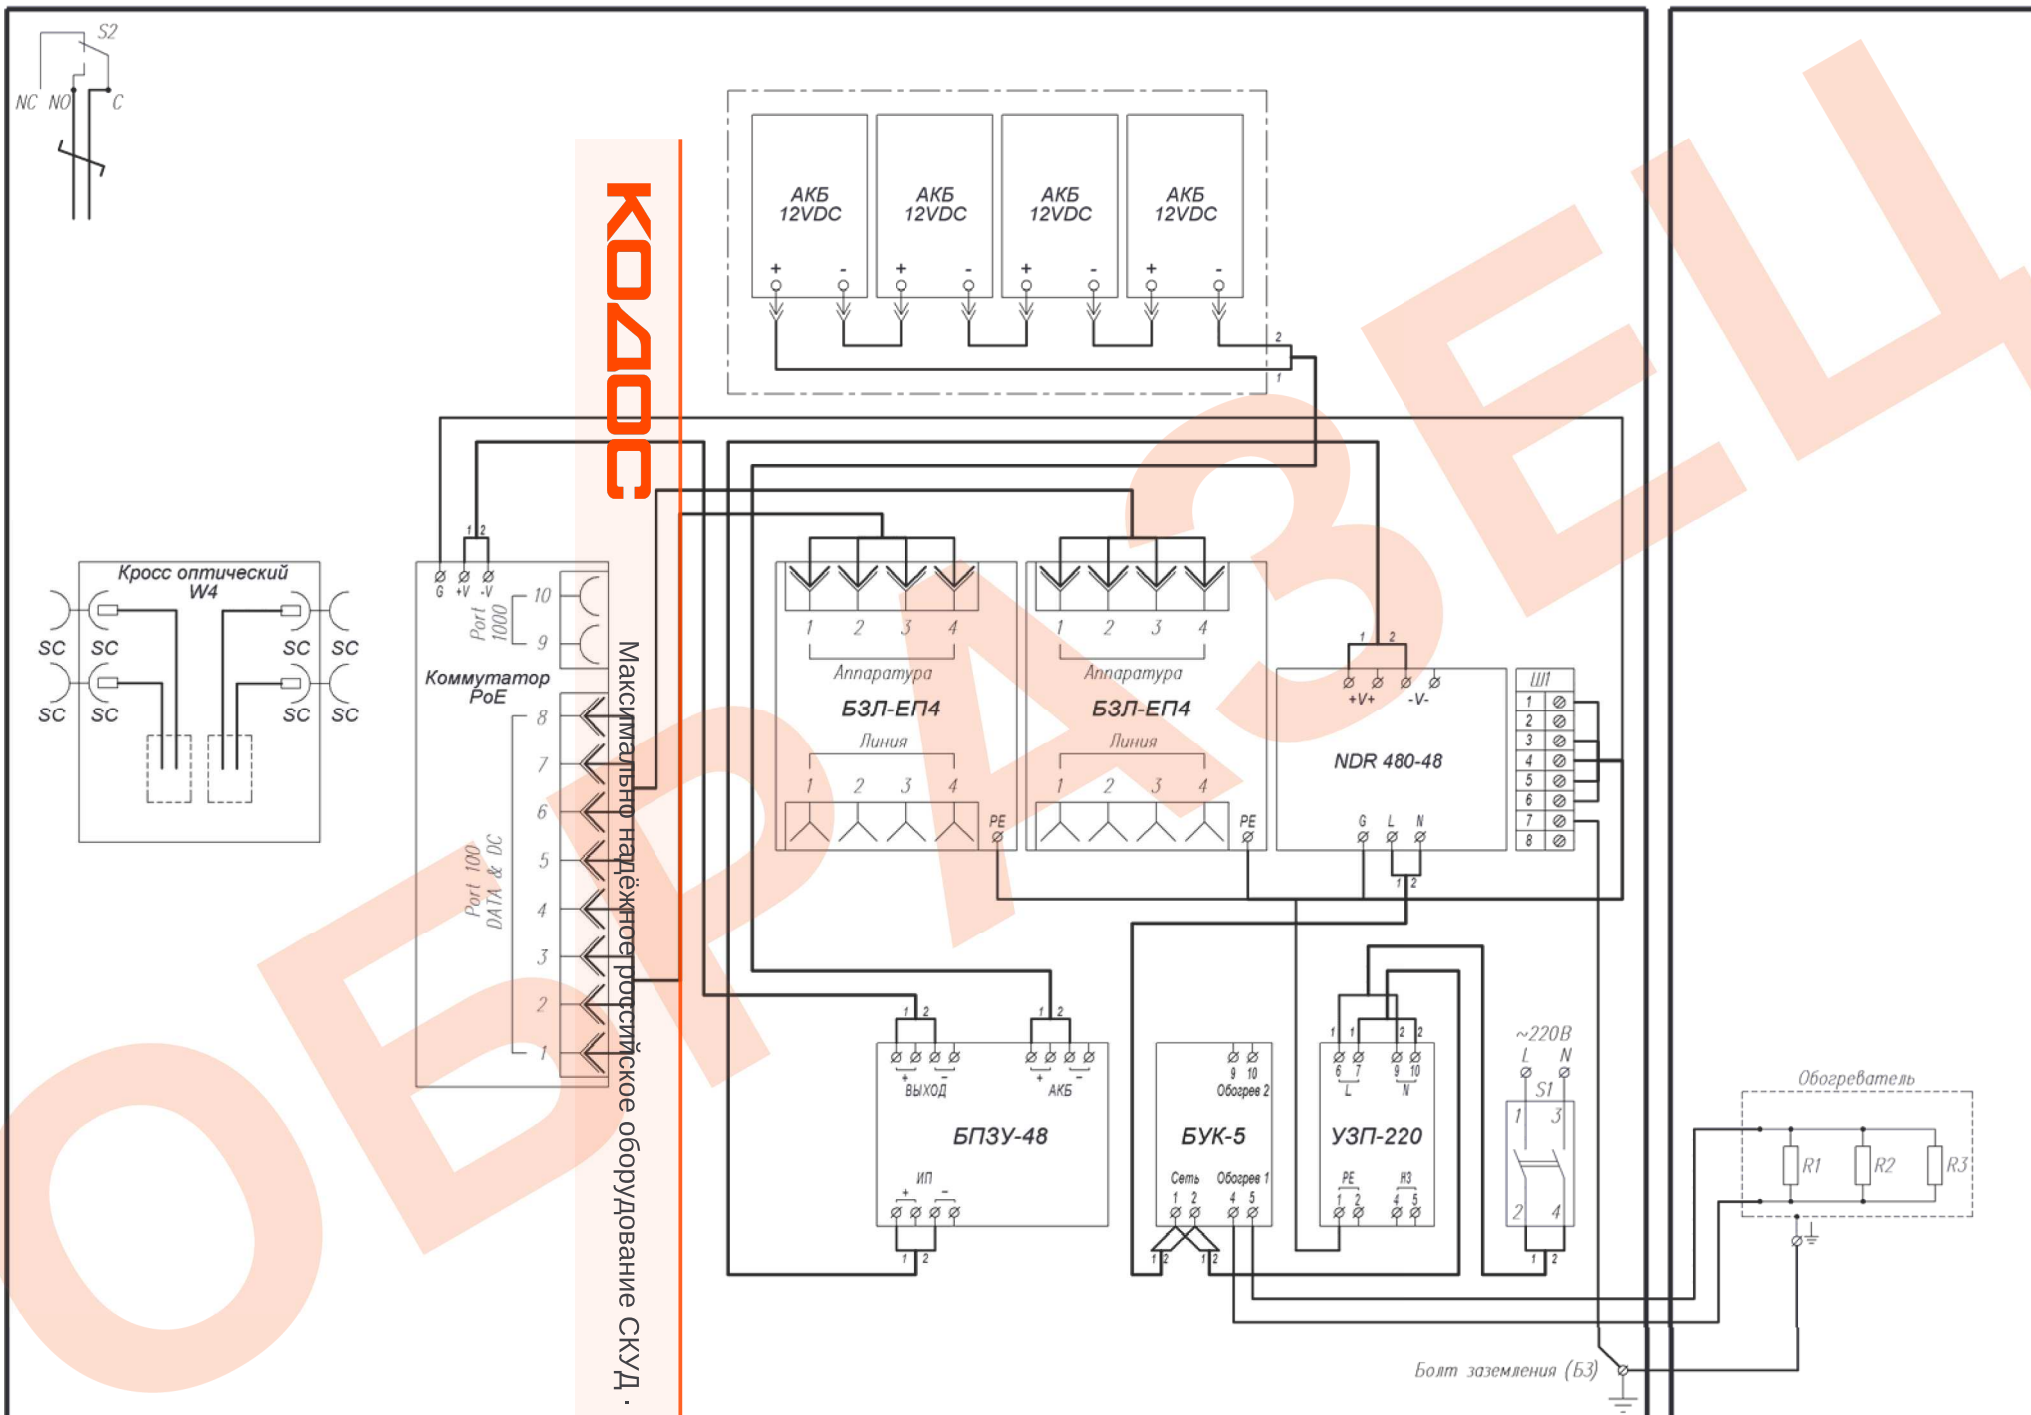

Рис.1 Схема электрическая принципиальная
1. Заземлить изделие при помощи болта заземления (Ш1) (рис.1).
6. Подключить кабель питания к входу автомата питания S1 (сечение подключаемых проводов до 25 мм²), при этом фазный провод (L) соединить с контактом 1, нулевой провод (N) с контактом 3.